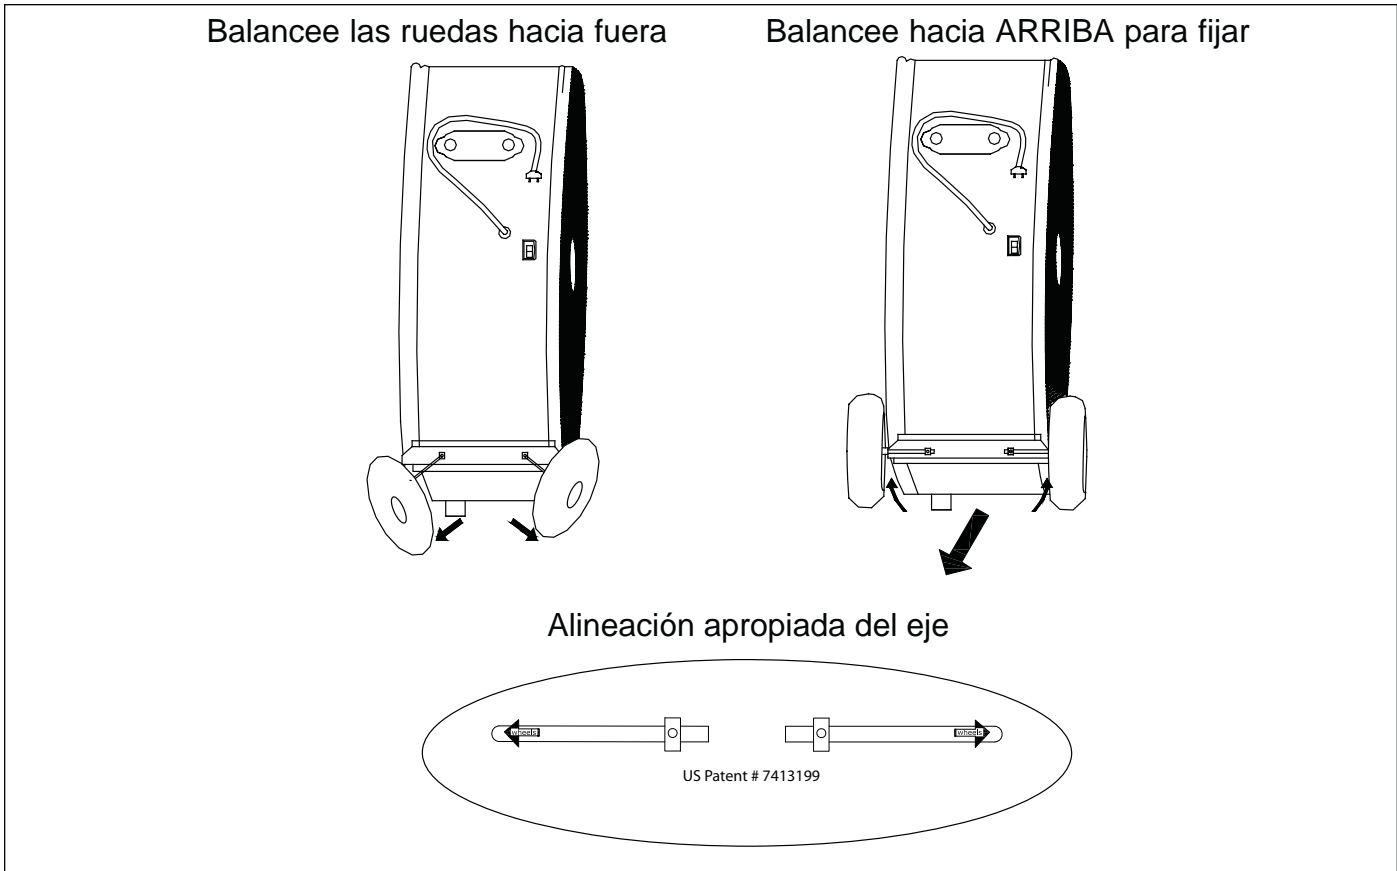

figura 1: Conjunto de ruedas
**NOTA:** Este ventilador usa un diseño de ruedas plegables. Para un rápido ensamble, sólo balancee las ruedas hacia fuera y engánchelas para fijarlas en su posición correcta ( vea la figura 1).